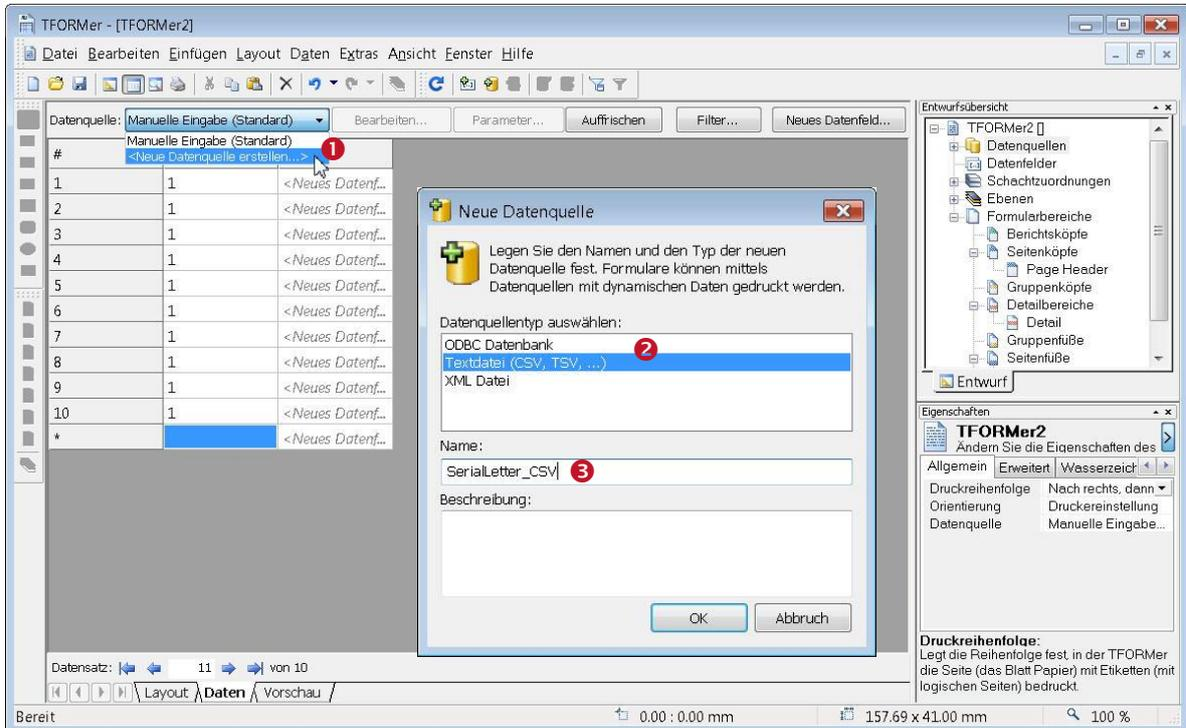

Abbildung 11: Eine neue Datenquelle erstellen
Um eine neue Datenquelle zu erstellen, wechseln Sie zum Reiter *Daten* und wählen Sie *<Neue Datenquelle erstellen...>* aus dem Menü aus (siehe Abbildung 11 unten, ❶). Alternativ können Sie in der Entwurfsübersicht auf den Eintrag „Datenquelle“ rechtsklicken und *Neue Datenquelle...* aus dem Kontextmenü wählen. Oder Sie klicken auf das Symbol  „Neue Datenquelle“ in der Datenwerkzeugleiste. Es erscheint der Dialog *Neue Datenquelle*: